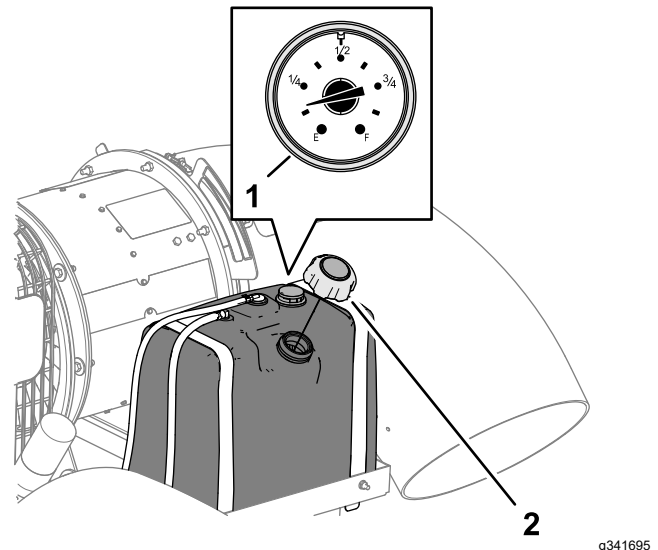

Figura 13
2. Limpie la zona alrededor del tapón del depósito de combustible y retire el tapón (Figura 13).
4. Coloque con firmeza el tapón del depósito de combustible (Figura 13).